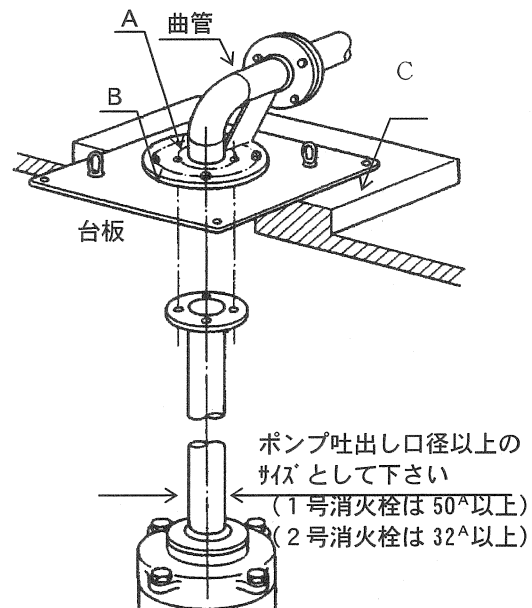

図 14
- (5) 吐出し配管の内、立ち上がり配管は、ポンプ吐出し配管と同一口径以上の配管を使用してください。ただし、1号消火栓用は 50mm 以上、2号消火栓用は 32mm 以上の配管を使用することができます。(図 14 参照)。
- (6) 吐出し配管に使用する逆止弁は流れ方向を表示したものをご使用ください。エバラ標準型逆止弁は流れ方向表示付です。
- (7) 水撃(ウォーターハンマ)がおこる危険性のある場合は、急閉逆止弁を設けるなどの対策を施してください。(エバラハンマーソフトチェック弁を用意しています。)
- (8) 吐出し配管に使用する止水弁は、開閉位置及び開閉方向表示が付いたものを使用してください。エバラ標準型式弁は、開閉位置及び開閉方向表示付きです。または、外ねじ式仕切り弁をご使用ください。(外ねじ式仕切り弁も用意しています。)
- (1) 図 14 のように、ポンプが立ちあがっている揚水管のフランジを、台板の下からねじ穴 A を用いてボルトで固定してください。
- (2) ボルト B は曲管を台板に固定しているものでゆるみがないか確認してください。
- (3) 台板の四隅の穴 C に、附属の基礎ボルトを通してナットで固定してください。
- (4) 台板用基礎床面はやや盛り上げ、ここから汚水、塵埃が水槽内にはいらないようにします。